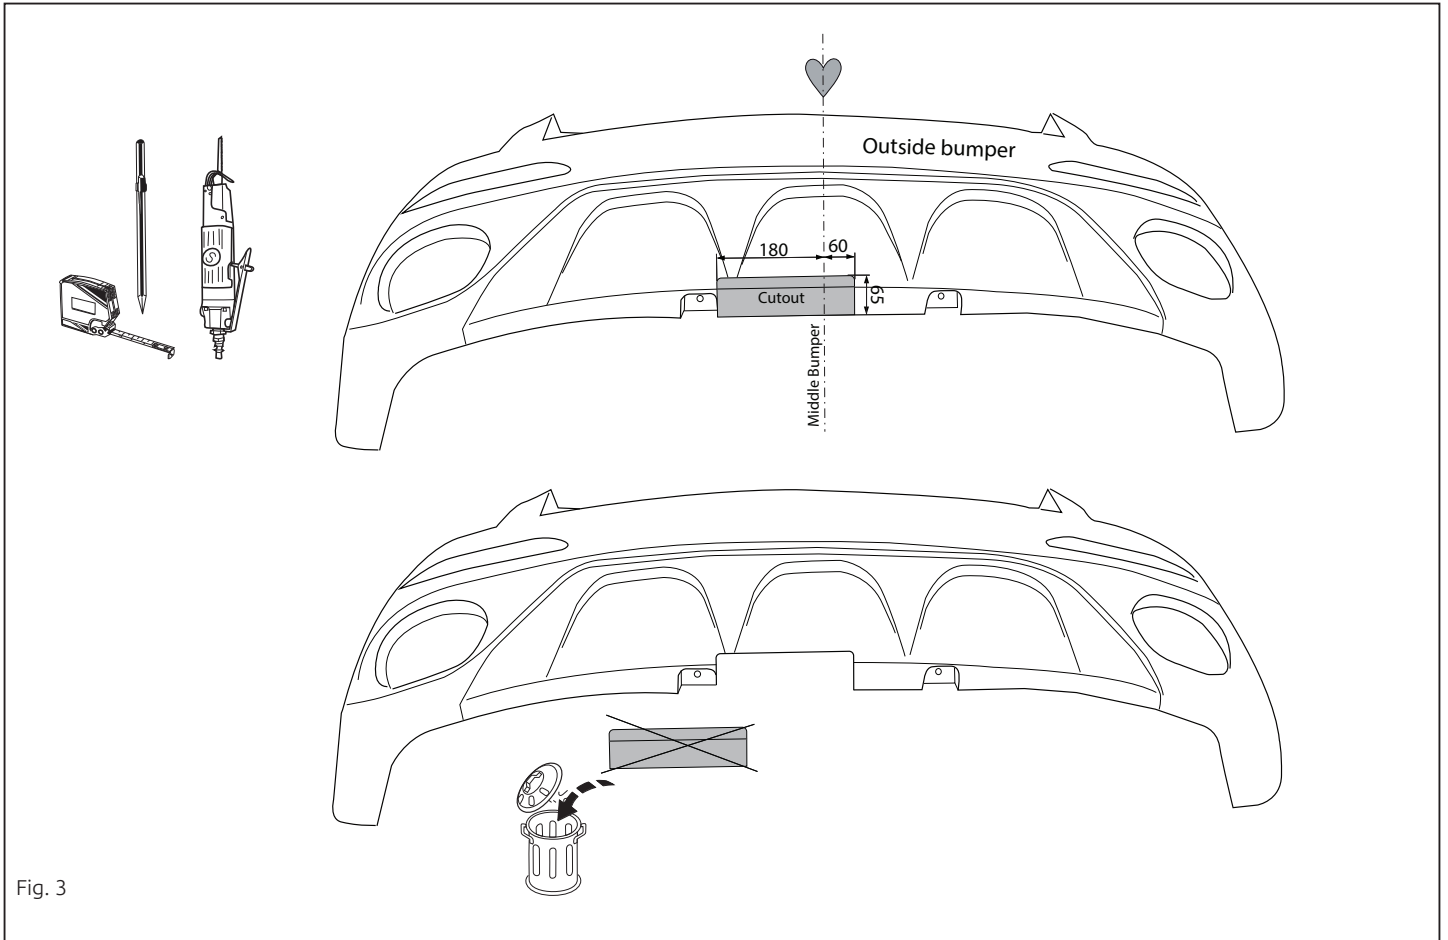

Fig. 3
7. Выпилить часть из бампера в середине снизу, как указано на рис. 3.